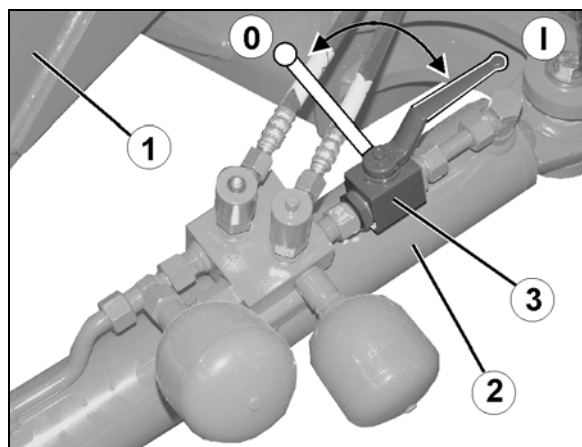

Fig. 43
- **Timão para chapa de engate (Fig. 43)**